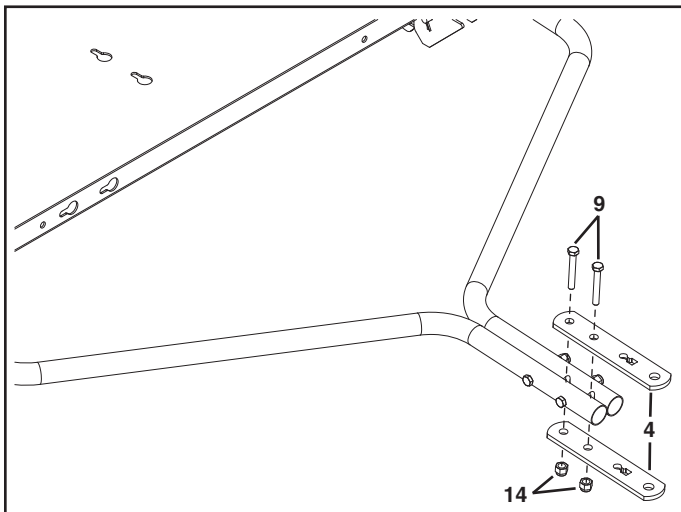

Figura 3
5. Fixe os suportes do engate (4) a frente dos tubos de engate usando dois parafusos sextavados 5/16 x 2-1/4" (9) e porcas nylock 5/16" (14). **Não aperte ainda.** Veja figura 3.